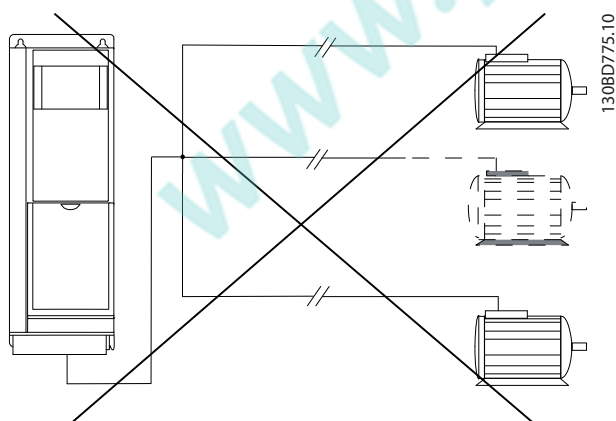

Рисунок 3.17 Подключение общим жгутом для кабелей большой длины
- Не используйте общие соединения для длинных кабелей; см. *Рисунок 3.17*.